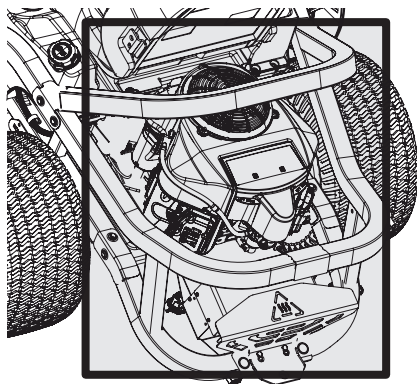

Figure 36
- Nettoyez autour des fusibles, les deux côtés des ailettes de refroidissement des transmissions, le collecteur d'échappement, le câblage électrique et les faisceaux, le tuyau du silencieux, le pare-chaleur du silencieux, les grilles d'entrée d'air du moteur et les ailettes de refroidissement, entre autres (Figure 36).